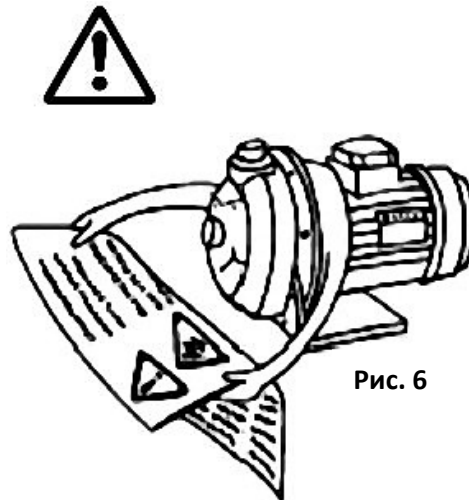

Рис. 6
- Обращайте особое внимание на ограничения применения. Непредусмотренное применение может привести к повреждению насоса, иных предметов и ущербу людей. (Рис.6)